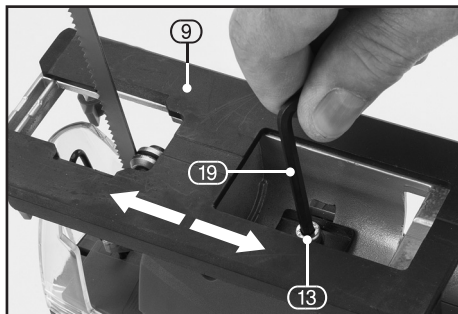

FIG.7
9.6 ANGLED/BEVEL CUTTING – FIGS. 7 – 9